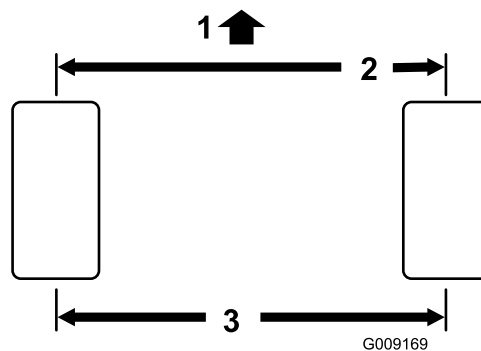

Figura 65
2. Meça a distância de centro a centro (à altura do eixo) na zona dianteira e traseira dos pneus da direção (Figura 65).